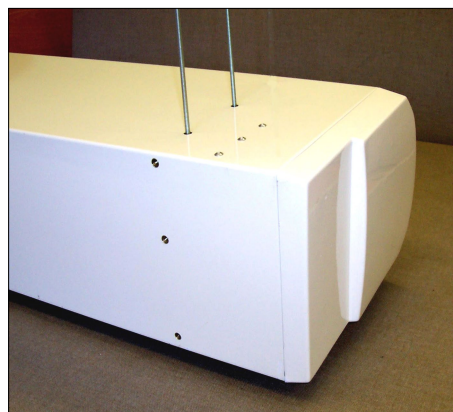

Abb. 3
Schritt 1 Schrauben Sie die Gewindestangen in alle Löcher, die sich an der Oberseite des Gerätes befinden (siehe Abb. 3).